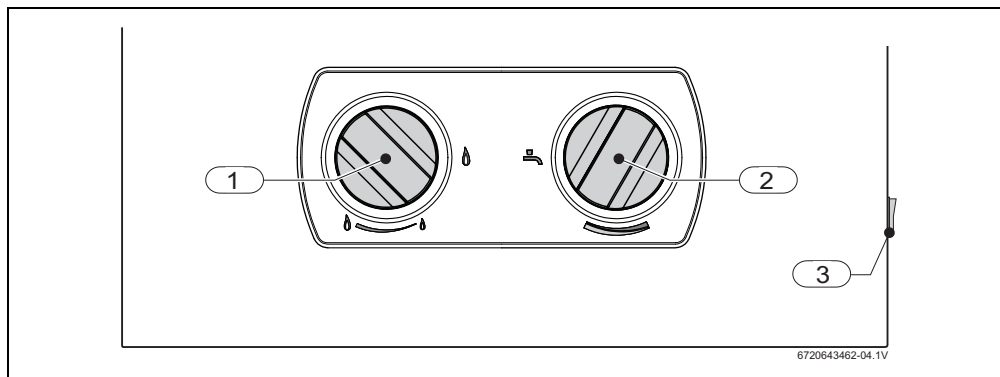

Fig. 5
- ▶ Colocar a tecla On/Off (→ Fig. 5, [3]) em posição de funcionamento.